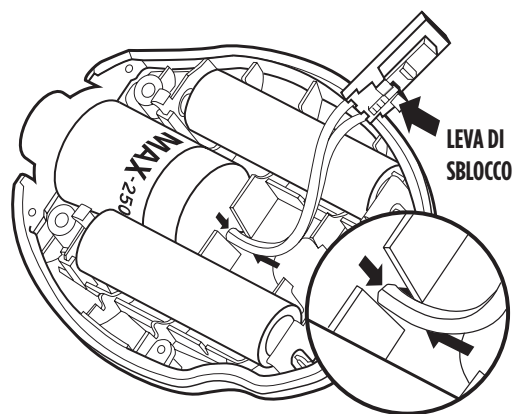

FIGURA 3
**SUGGERIMENTO UTILE:** Accertarsi di orientare il nuovo sensore allineando la freccia destra sul sensore con la freccia sul retro del contenitore. Sul retro del contenitore si trova una piccola linguetta che è progettata per inserirsi nel sensore e impedirne la rotazione all'interno del contenitore (figura 3).